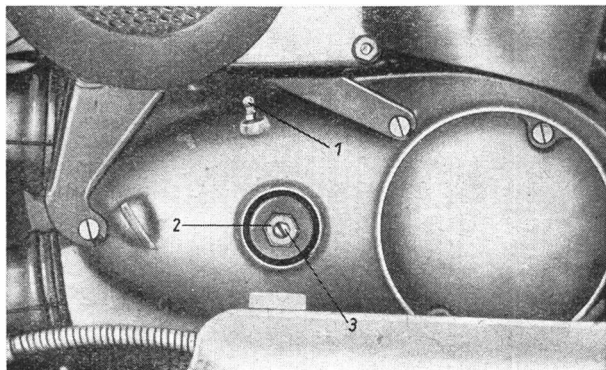

Bild 27. Kupplungsnachstellung
Zur richtigen Einstellung der Kupplungsbetätigung ist eine durch Gegenmutter (2) gesicherte Druckschraube (3) vorgesehen (siehe Bild 27).